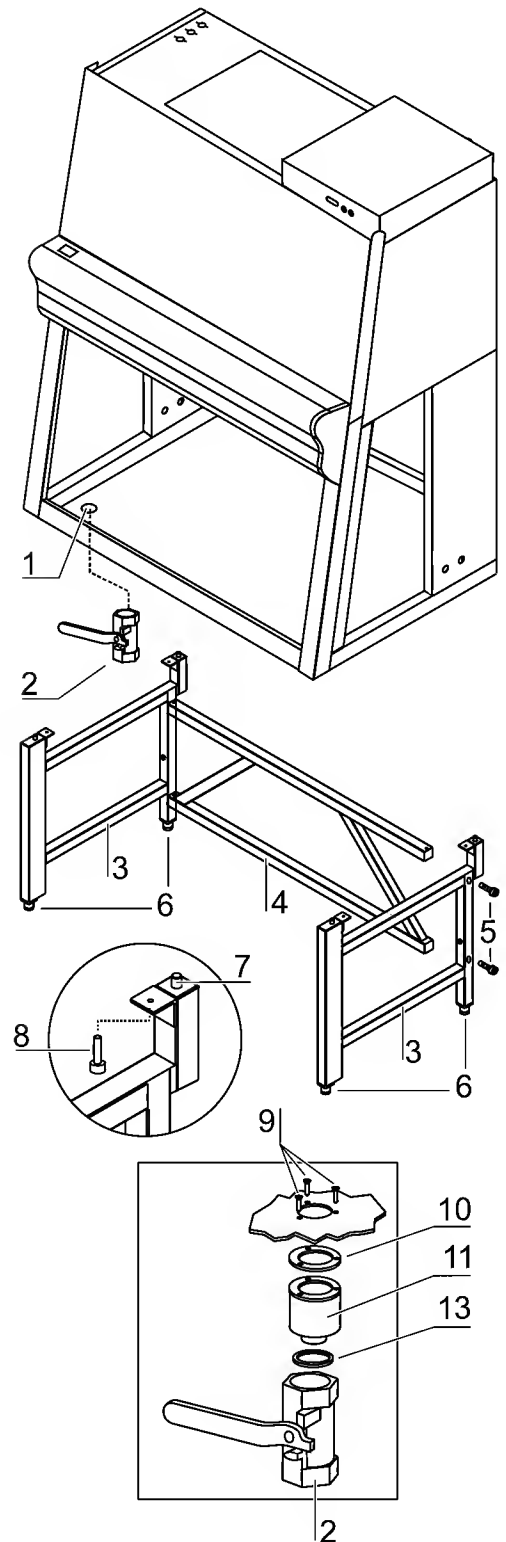

Fig. 11
1. **Fig. 11:** atornille los dos costados [3] en el refuerzo transversal [4] usando los tornillos [5].
1. **Fig. 11:** Coloque la junta [10] sobre el zócalo [11] del grifo de evacuación [2]. Posicione el zócalo [11] desde abajo en la cubeta de fondo y atornillelo con los tres tornillos [9] a través de los agujeros de la cubeta de fondo.